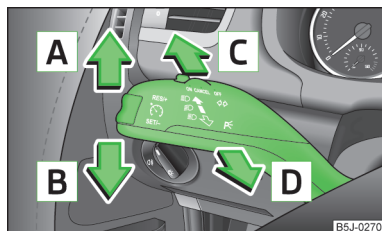

Fig. 42
► Tire de la palanca del intermitente » fig. 42 de la página 61 hacia el volante y, al mismo tiempo, desplácela hacia abajo y manténgala en esta posición.
► Tire de la palanca del intermitente » fig. 42 de la página 61 hacia el volante y, al mismo tiempo, desplácela hacia arriba y manténgala en esta posición.
Posiciones de la palanca de mando » fig. 42.
- Presione la palanca de mando » fig. 42 de la página 61 hacia arriba o hacia abajo; se conectará la luz de posición en el lado derecho o izquierdo del vehículo, respectivamente.